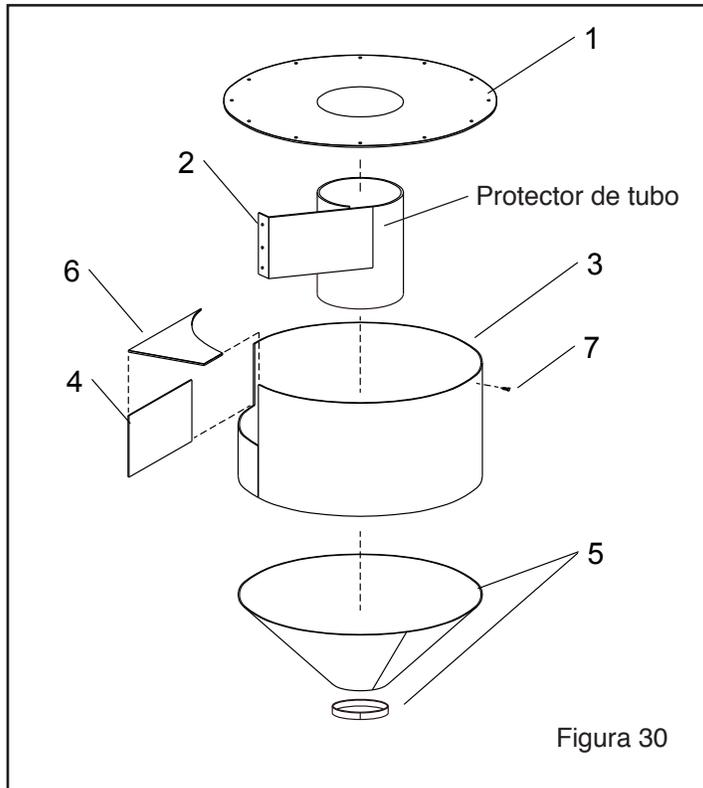

Figura 30
**Protectores del separadores ciclonicos, Figura 30**